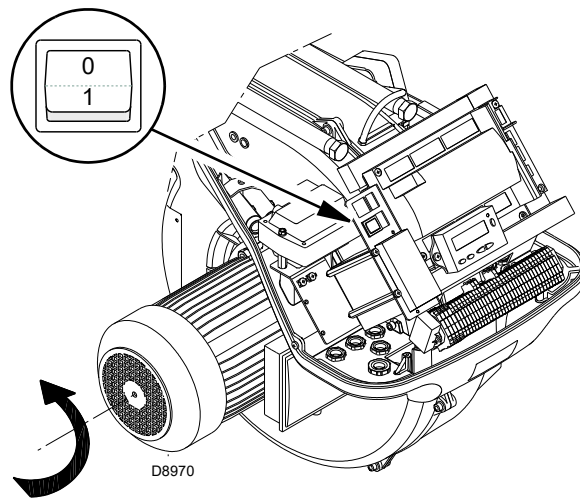

Fig. 33
Chiudere i termostati/pressostati e mettere l'interruttore di Fig. 33 in posizione "1".
Appena il bruciatore si avvia posizionarsi quindi di fronte alla ventola di raffreddamento del motore ventilatore e verificare che questa ruoti in senso antiorario. Vedi Fig. 33.
- mettere l'interruttore di Fig. 33 in posizione "0" ed attendere che l'apparecchiatura esegua la fase di spegnimento;
Il bruciatore è nello stato di attesa richiesta calore o il selettore "0-1" (Fig. 33 a pag. 33) è sulla posizione "0".